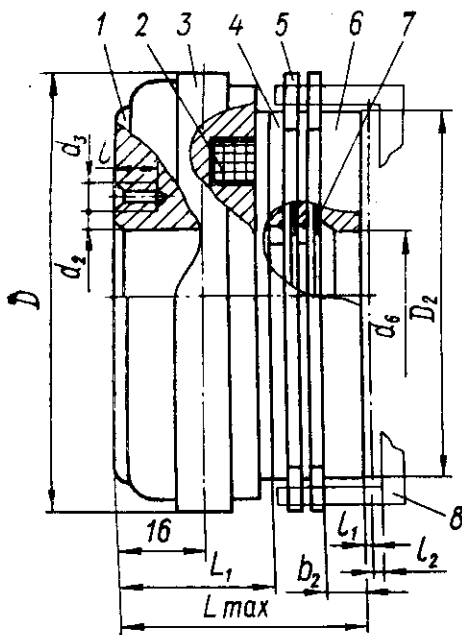

Рис. 1. Муфты 1—5-го габарита
2.3. Габаритные, установочные и присоединительные размеры муфт приведены на рис. 1—7 и в табл. 2.
3.1. Муфта (рис. 1, 3) состоит из следующих основных частей: корпуса 1, якоря 6, пакета фрикционных дисков, в который входят внутренние 4 и наружные 5 диски и пружинные шайбы 7, расположенные между дисками и служащие для разведения их при отключении муфты.
4.2. При монтаже муфты корпус, диски и якорь надеваются на ведущий (ведомый) вал, имеющий шлицы. Корпус муфты жестко связывается с ведущим (ведомым) валом при помощи трех винтов, для чего в корпусе имеются три резьбовых отверстия d_3 (рис. 1). Фрикционные диски 5 жестко связываются с ведомым (ведущим) валом при помощи поводка 8 (изготавливается потребителем).